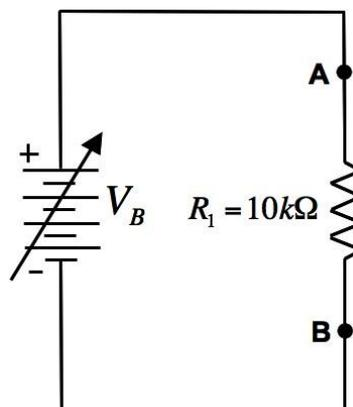

Figura 12:
- 4) Considere as indicações dos pontos "A" e "B" na **Figura 12**.